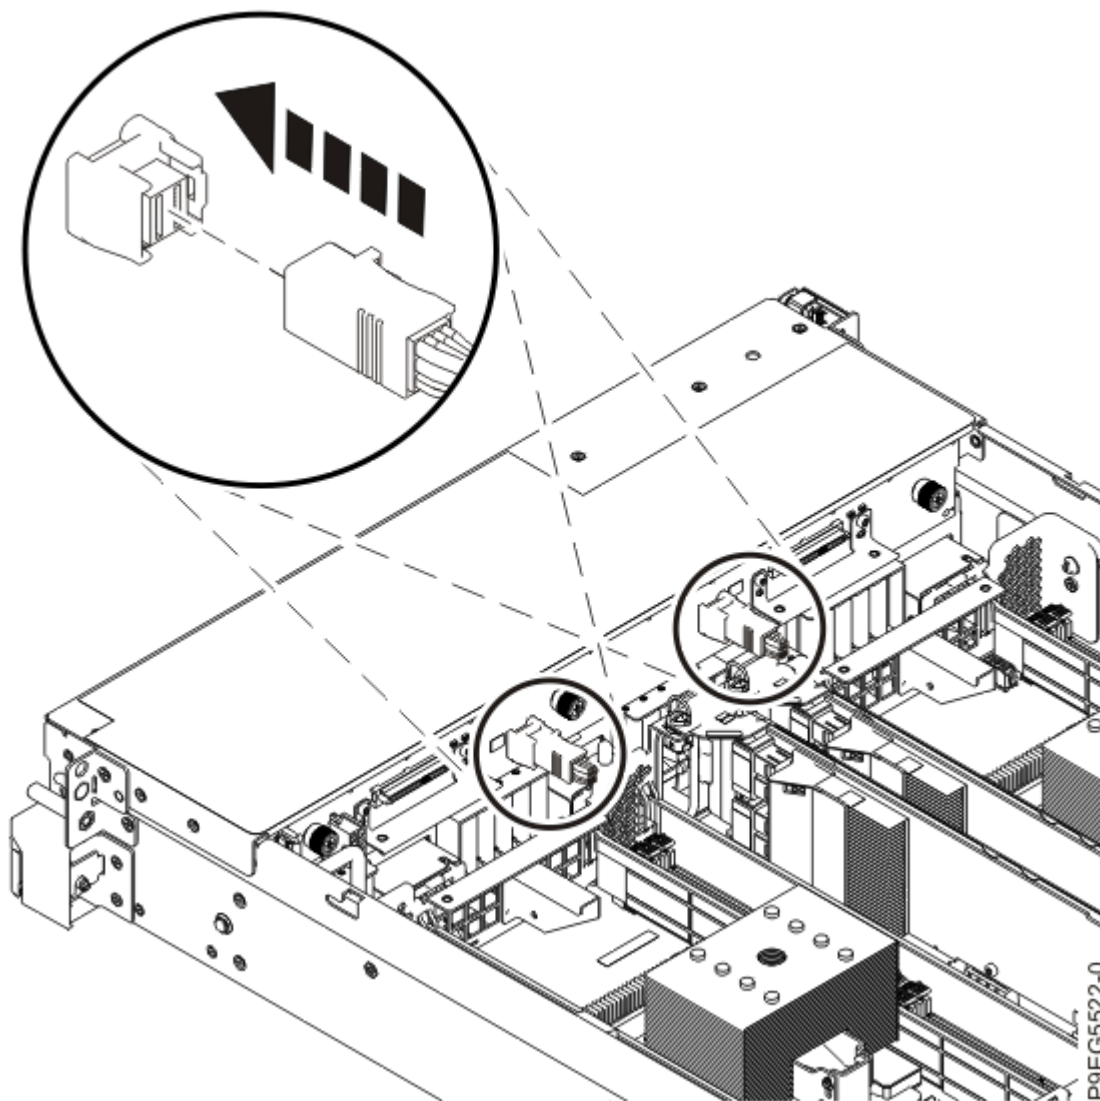

Figura 16. Reconnectando os cabos SAS frontais
5. Usando suas etiquetas, reconecte os cabos SAS frontais ao painel traseiro da unidade de disco conforme mostrado na Figura 16 na página 18.